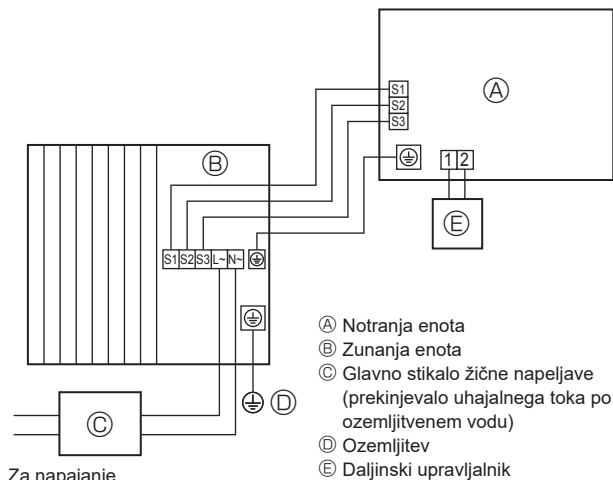
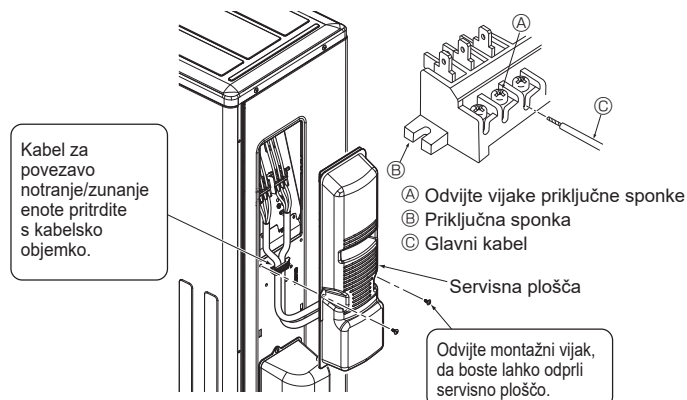

Fig. 6-1
Fig. 6-3
6.1. Zunanja enota (Fig. 6-1, Fig. 6-2, Fig. 6-3)
- ① Odstranite servisno ploščo.
- ② Napeljite kable, kot je prikazano na slikah Fig. 6-1, Fig. 6-2 in Fig. 6-3.